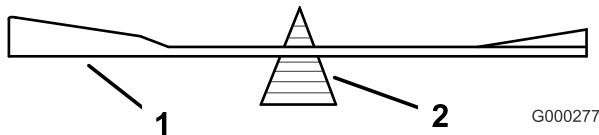
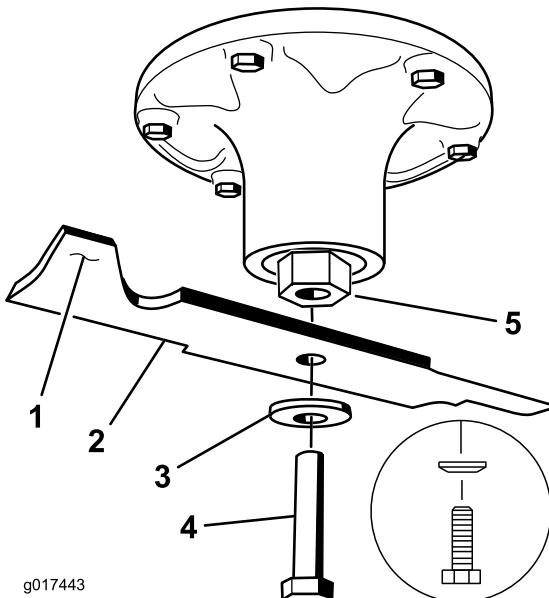

Figura 83
Figura 84
- Controllate l'equilibrio della lama posizionandola su un bilanciatore (Figura 83). Se la lama rimane in posizione orizzontale, è bilanciata e può essere utilizzata. Se la lama non è bilanciata, limitate del metallo soltanto dalla costa (Figura 84). Ripetete la procedura finché la lama non è perfettamente bilanciata.
- Montate la lama, il disco elastico e il bullone della lama. Il cono del disco elastico deve essere rivolto verso la testa del bullone (Figura 84). Serrate il bullone della lama a 115–150 N·m.